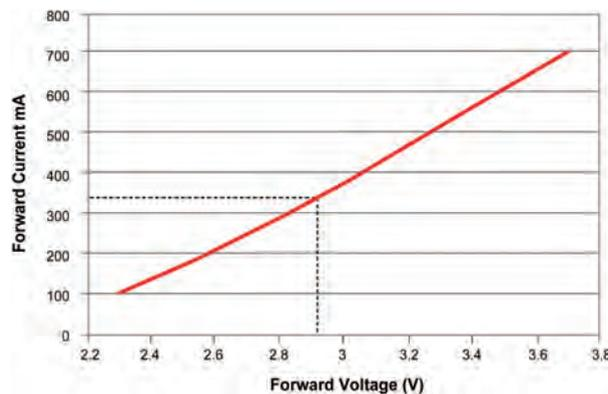

Figura 2: Los cambios en la tensión directa afecta la corriente directa
Por regla general, la tensión directa (VF) del LED aumentará cuando aumente la temperatura, incluso si la corriente directa es constante y está regulada. La Figura 2 muestra la variación de una corriente directa regulada de forma incorrecta en función de la tensión directa del LED, y demuestra por qué es más importante controlar la corriente directa que atraviesa el LED que el control de la tensión directa. Los LED de alta potencia generan mucho calor, lo cual puede disminuir notablemente su vida operativa y puede provocar fallos prematuros. El control activo de la corriente directa del LED permite determinar que el nivel de disipación de calor para cada diseño, en función de la corriente directa deseada y de la tensión directa estimada. El uso de sensores de temperatura también proporciona la opción de monitorizar posibles situaciones de sobretensión.